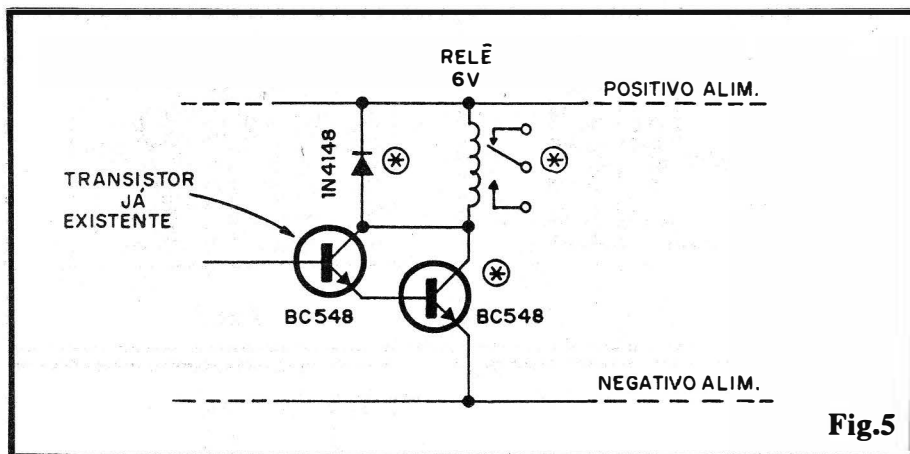

Fig.5
- FIG. 5 - MÓDULO (OPCIONAL) PARA COMANDO DE POTÊNCIA - Para os Leitores/Hobbystas mais “avançadinhos”, e que eventualmente